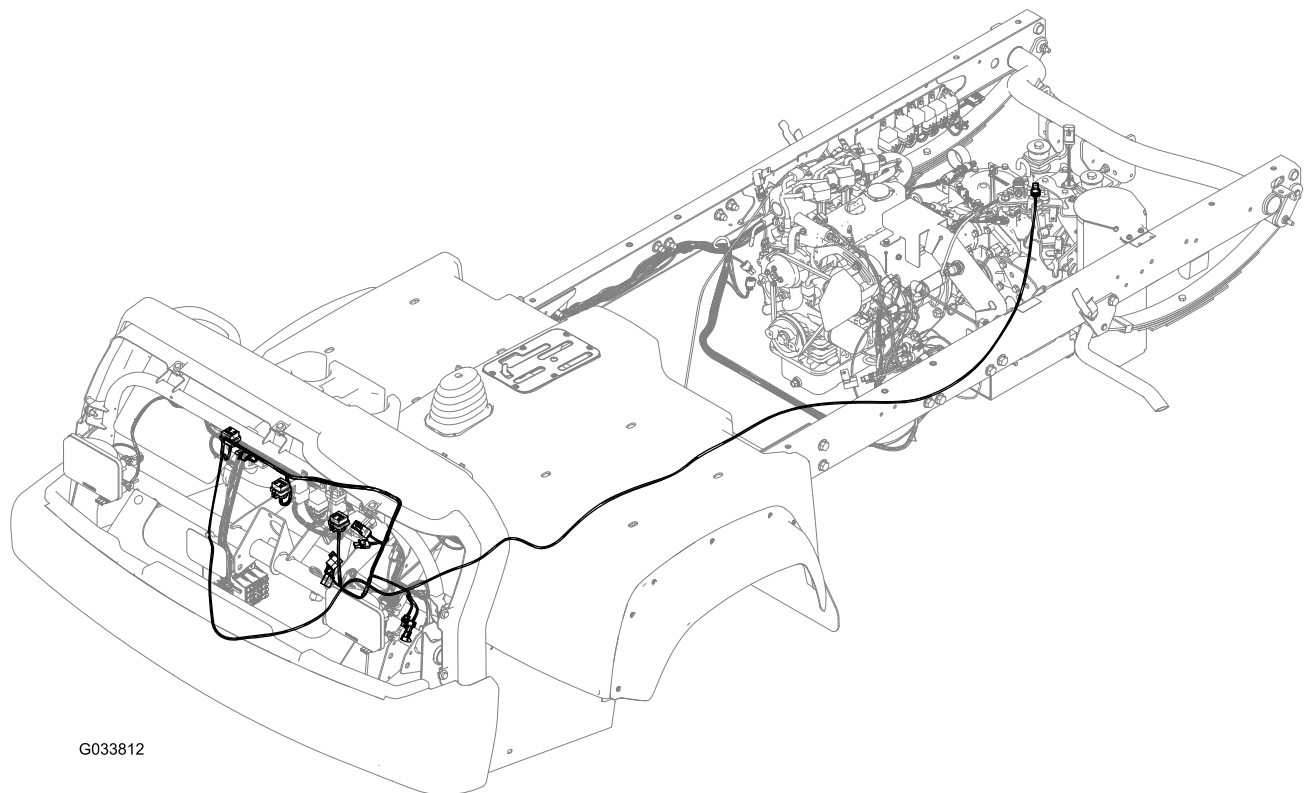

Figura 6
1. Disponete l'estremità del cablaggio preassemblato contrassegnata come "interruttore di retromarcia" tra la parte anteriore del veicolo attraverso l'apertura del diaframma del filo sotto la piattaforma dell'operatore e indietro verso la guida del telaio lato conducente sulla parte superiore del gruppo della trasmissione (Figura 6).
3. Collegate il connettore del freno, il connettore di bypass della trazione integrale e il connettore della frizione nel nuovo cablaggio preassemblato (Figura 6).